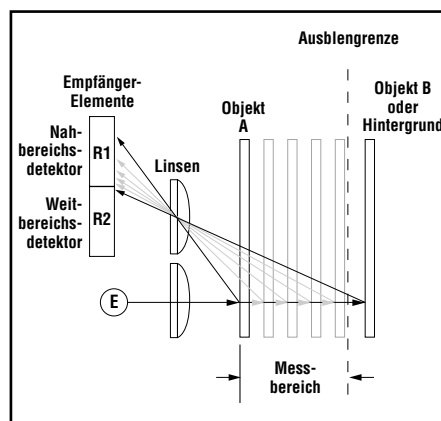

Abb. 2. Funktionsprinzip der einstellbaren Hintergrundausbblendung
Während des Betriebs vergleicht der Q60LAF die Reflexionen des von ihm ausgesendeten Lichtstrahls (E), die von einem Objekt zu den zwei unterschiedlich ausgerichteten Detektoren R1 und R2 des Sensors zurückgeworfen werden (siehe Abb. 2). Wenn das auf den Nahbereichsdetektor (R1) auftreffende Lichtsignal stärker ist als das auf den Weitbereichsdetektor (R2) auftreffende Lichtsignal (siehe Objekt A, vor der Ausblendgrenze), spricht der Sensor auf das Objekt an. Wenn das auf den Weitbereichsdetektor (R2) auftreffende Lichtsignal stärker ist als das auf den Nahbereichsdetektor (R1) auftreffende Lichtsignal (siehe Objekt B, hinter der Ausblendgrenze), ignoriert der Sensor dieses Objekt.